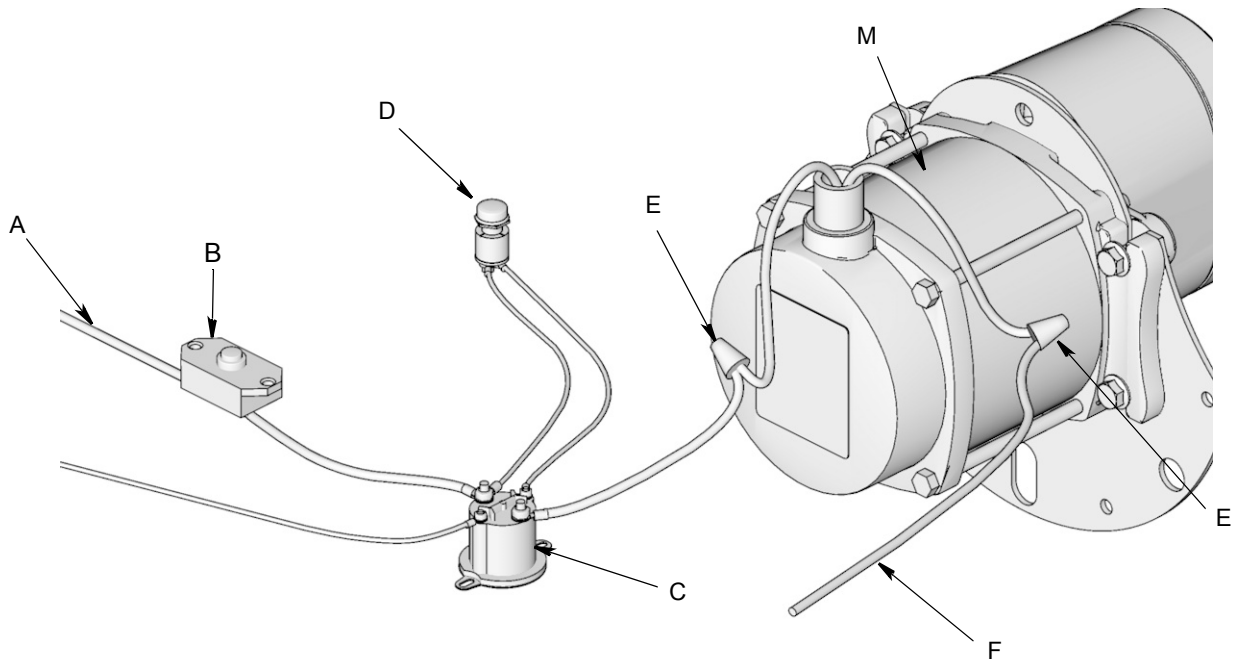
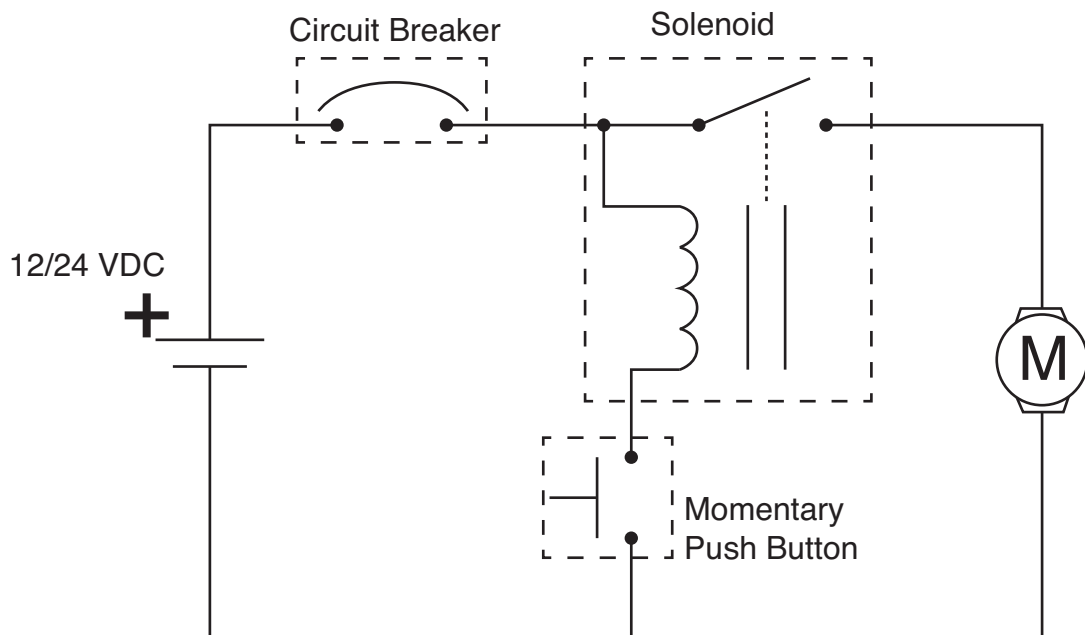

FIG. 8
FIG. 9
2. Fare riferimento al diagramma di cablaggio in FIG. 8 e allo schema cablaggio in FIG. 9.